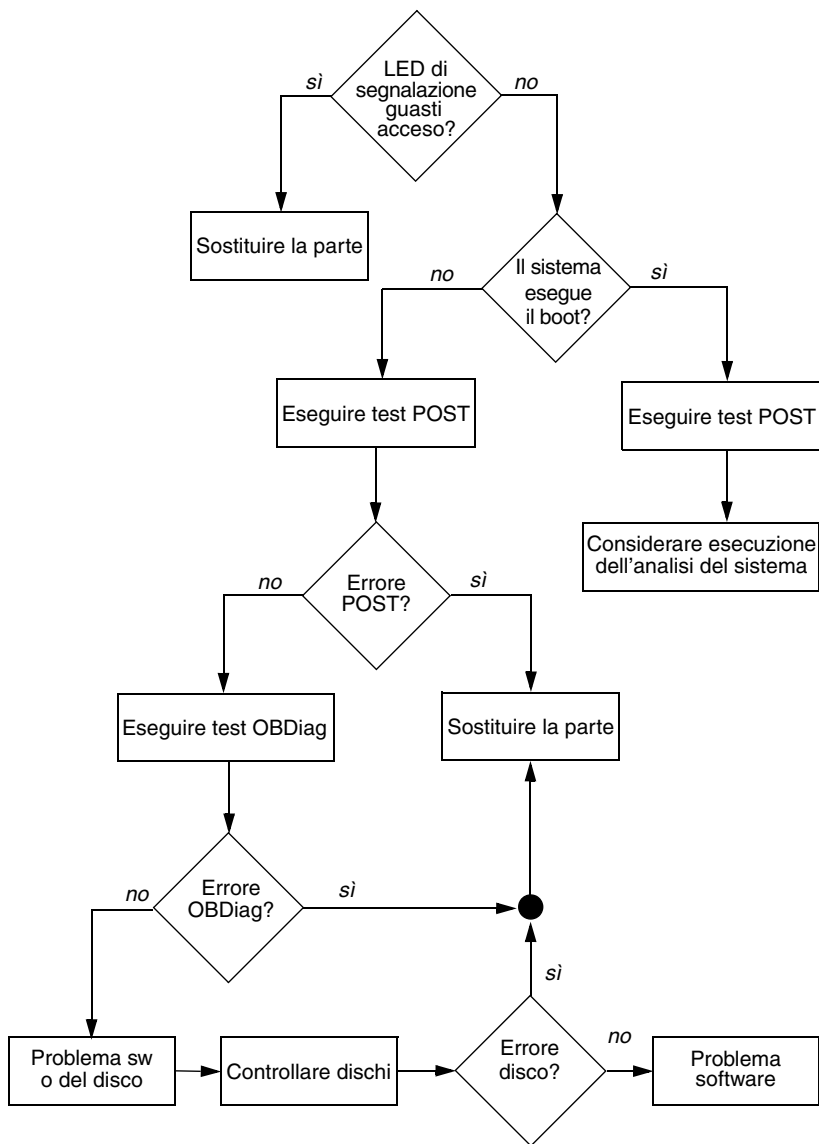

FIGURA 3-1 Scelta di uno strumento per l'isolamento dei guasti hardware
- Se *è possibile* eseguire il boot, è opportuno utilizzare uno strumento più completo. Nella FIGURA 3-1 viene illustrato il tipico processo di isolamento dei guasti.